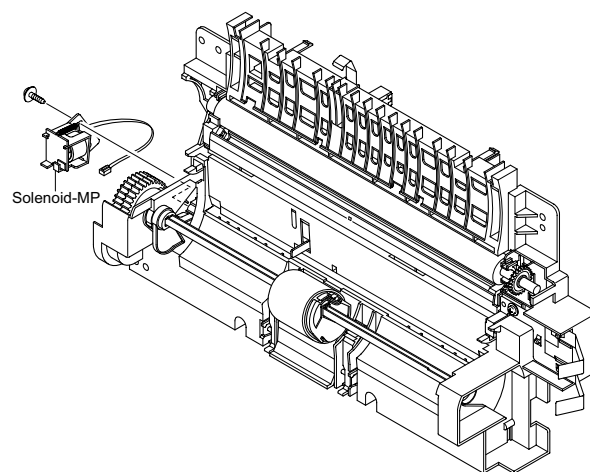

Рисунок 3
7. Выкрутите винт, который крепит соленоид МР, и снимите его, рисунок 3.